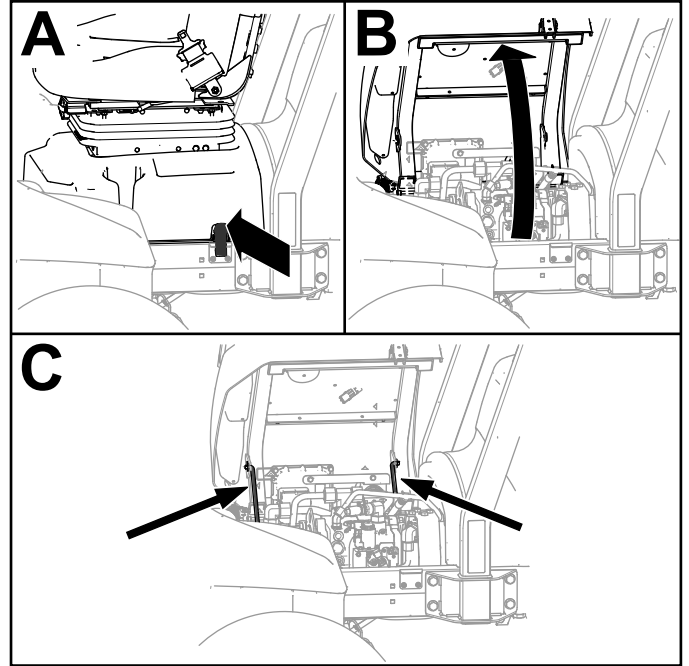

图 93
2. 打开座椅底座门锁倾斜并打开座椅底座用支撑杆支撑 图 93。